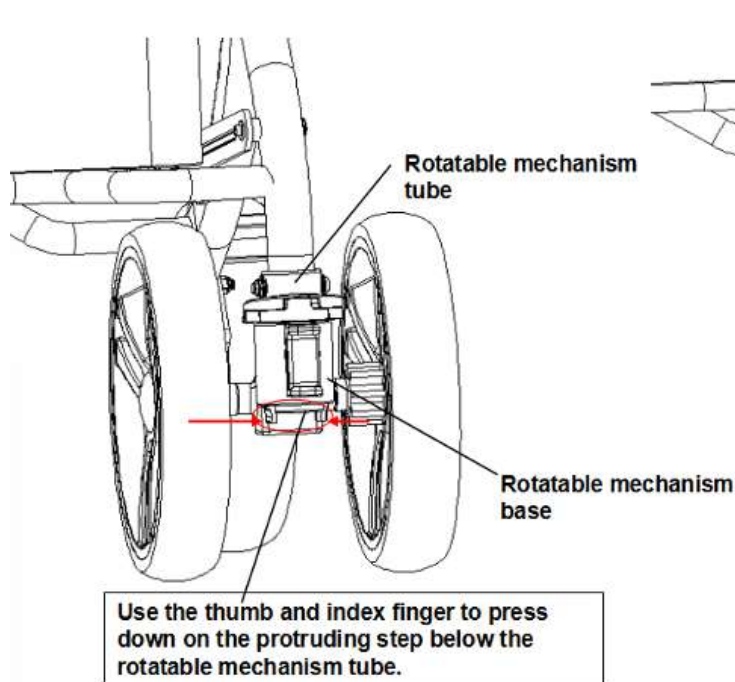

Figure 10
1. Beim Anbringen des Vorderrads die Basis des Drehmechanismus nach oben drücken. Sobald ein „Klick“ hörbar ist, bedeutet dies, dass die Basis des Drehmechanismus und das Rohr des Drehmechanismus vollständig ausgerichtet sind und das Vorderrad korrekt installiert ist (siehe Abbildung 10).